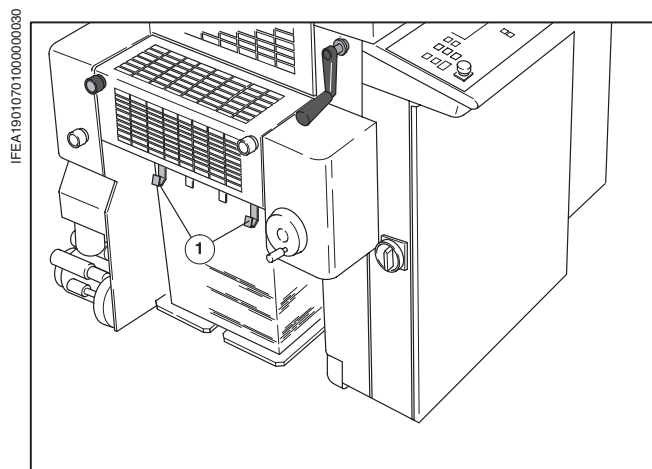

Рис. 7 Вытянуть пробный лист
- ❶ Во время печати тиража приподнять передние упоры листов (Рис. 7/❶) и установить их горизонтально.
- ❷ Взять пробный лист (= верхний лист) и снова установить упоры к передней кромке стапеля.